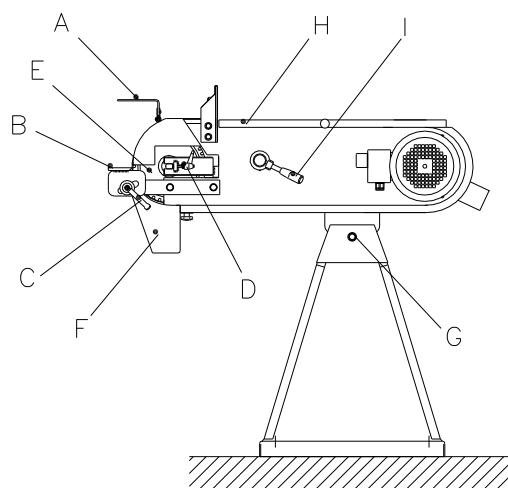

Abb.: 1.1
Augenschutz, Saugschlauch und ev. Staubbeutel montieren, bevor Sie die Maschine in Betrieb nehmen. Die Schlauchschellen für die Montage der Saugschläuche, finden Sie in dem Staubbeutel. Der Augenschutz (A) am Augenschutzbeschlag montieren.(abb.: 1.1). Kontrollieren Sie, dass die Schleifanlage (B) min. 2 mm vom Band montiert ist, und dass der Handgriff(C) festgespannt ist. Drehen Sie die Kontaktscheibe mit der Hand und justieren Sie das Band mit dem Handgriff (D) nach, bis es gerade auf der Kontaktscheibe läuft. Kontrollieren Sie, dass der Funkenkasten (F) richtig festgespannt ist. Stellen Sie die Arbeitshöhe durch lockern bzw. spannen des Bolzen (G).
Bei Bandwechsel, entlasten Sie das Band mit dem Hebel (I) gegen die Uhr drehen (siehe abb.:1.1),Deckel (H) und die Seitenplatte (L) (siehe abb.:1.1),, werden geöffnet und das verschlissene Band (K) wird entfernt, indem Sie das B3and langsam gegen die Laufrichtung schieben und es gleichzeitig vom Treibrad seitwärts runterziehen.